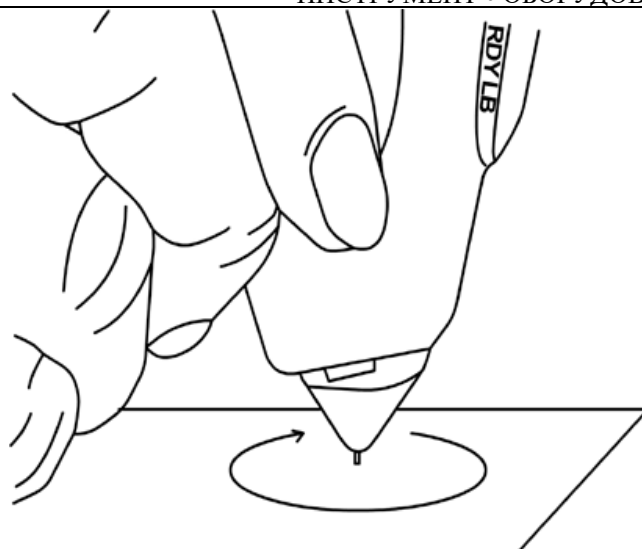

Рис.2.2.
- Возьмите щуп-ручку так, чтобы наконечник щупа находился под прямым углом (90°) к поверхности какого-либо листа бумаги или подставки для камней (если иное не предусмотрено). Аккуратно производим круговые движения прибором, при этом наконечник должен находиться внутри прибора (Рис. 2.2).